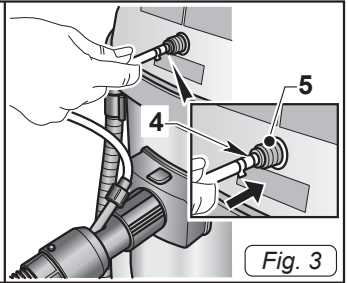

Fig. 3
- Collegare il tubo (4 Fig. 3) di mandata detergente al raccordo rapido (5 Fig. 3); per sganciarlo spingere il raccordo rapido (5 Fig. 3) verso l'interno.